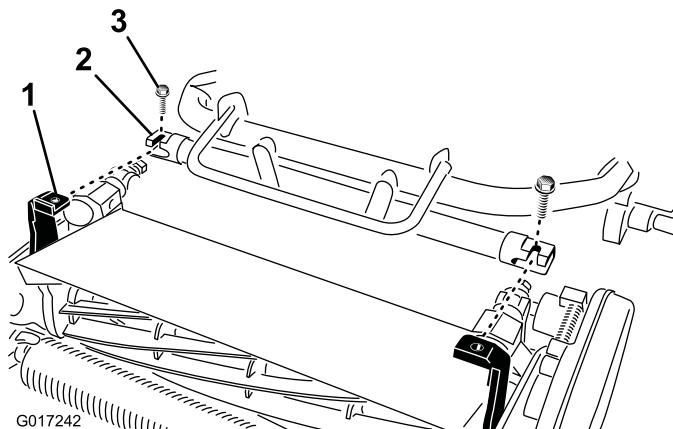

Рисунок 5
4. Маневрируя, перемещайте раму тягового блока (Рисунок 5) вперед, пока она не войдет в зацепление с поворотными рычагами режущего блока.
5. Прикрепите раму тягового блока к шарнирным рычагам режущего блока двумя болтами (3/8 x 3/4 дюйма), как показано на Рисунок 5.